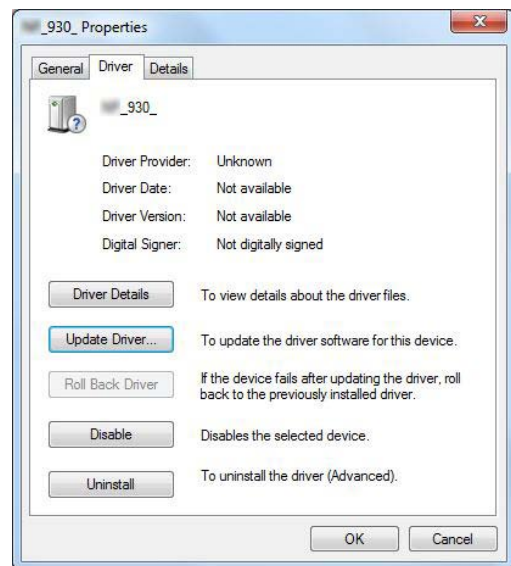

Abbildung 37: Treiber aktualisieren
- Wechseln Sie nun in den Reiter "Treiber" und wählen Sie "Treiber aktualisieren" aus. (siehe Abbildung 37). Das Fenster "Treibersoftware aktualisieren" öffnet sich.